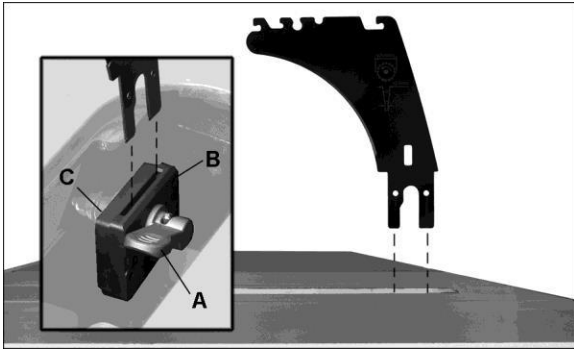

Рис. 6-9
См. Рис. 6-9.
4. Потяните рычаг (A, рис. 6-9) через отверстие стола пилы. Плавающий зажимной блок (B) отодвинется от зафиксированного блока (C), оставляя зазор.
Крепежный блок (Рис. 6-9) отрегулирован на заводе-изготовителе и дальнейшая настройка защитного кожуха пильного диска и раскливающего ножа не требуется. Тем не менее, надлежащее выравнивание очень важно. Перед работой на циркулярной пиле прочитайте раздел 6.3 «Настройка раскливающего ножа», чтобы проверить это и при необходимости выполнить процедуру настройки.